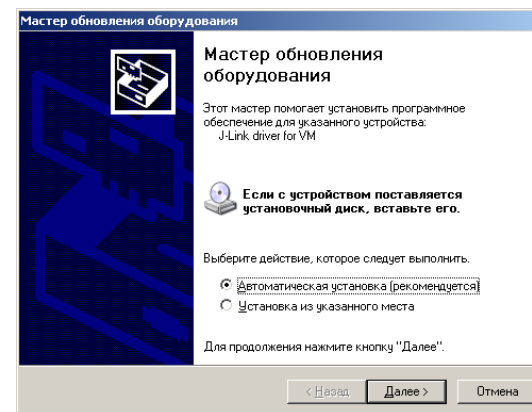

Рисунок 2.2 - Окно «Мастер обновления оборудования»
2.2.5.2 В появившемся окне «Мастера обновления оборудования» (рисунок 2.2) выбрать пункт «Установка из указанного места» и нажать кнопку «Далее».